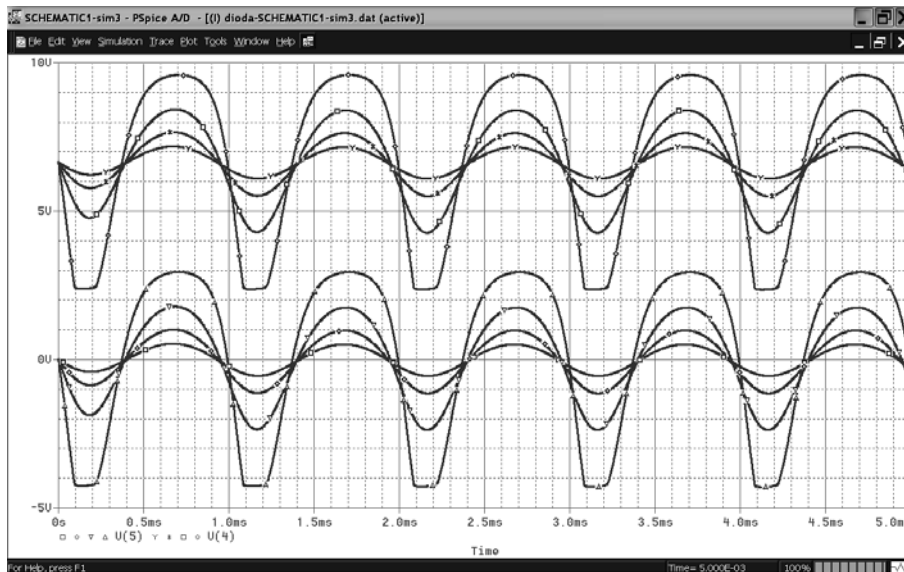

Figura 5.59
14. Vizualizați în *Probe* ieșirile din nodurile 4 și 5 (figura 5.59). Explicați deformarea sinusoidei odată cu creșterea amplitudinii.